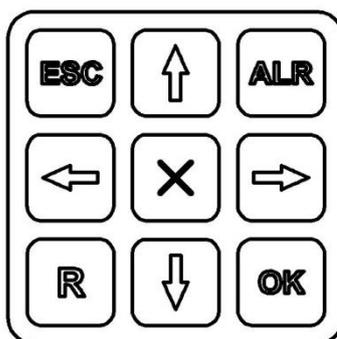

Рисунок 2.1 – Клавиатура коммутатора
2.2.2.1 Для управления коммутатором используется унифицированная клавиатура из девяти кнопок, расположенная на передней панели блока (см. рисунок 2.1).